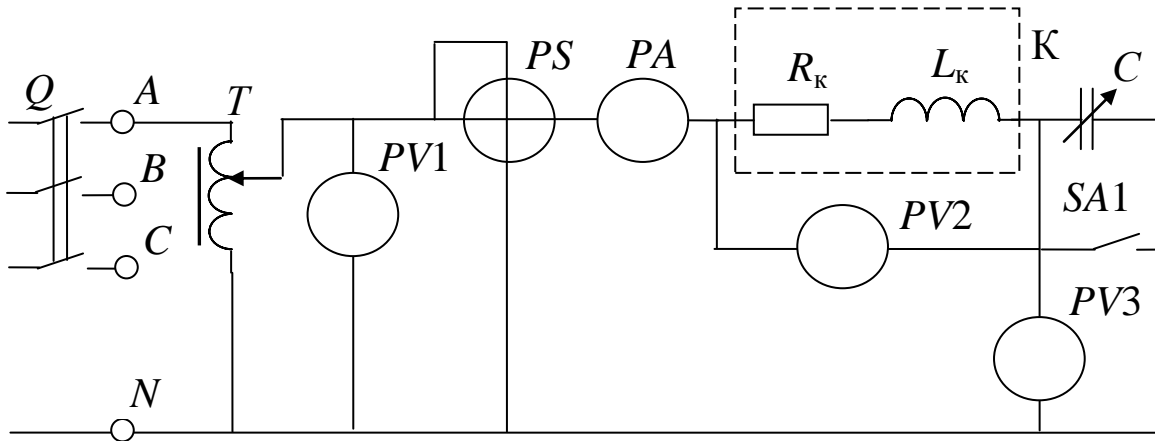

Рис. 1. Схема экспериментальной установки
и автотрансформатор. Схема принципиальная установки изображена на рис. 1.
4.2. Собрать электрическую схему (рис. 1) и дать её проверить лаборанту. При этом выключатели должны находиться в выключенном состоянии (нижнее положение), а регулятор автотрансформатора *T* в положении до упора против часовой стрелки.